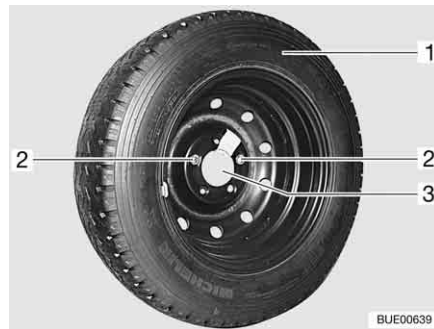

Fig. 309 Suporte da roda sobresselente na garagem
- Desenrosque ambos os parafusos de fixação (Fig. 309,2) com a ferramenta de bordo e retire-os.
- Retire a roda sobresselente (Fig. 309,1) do suporte (Fig. 309,3).